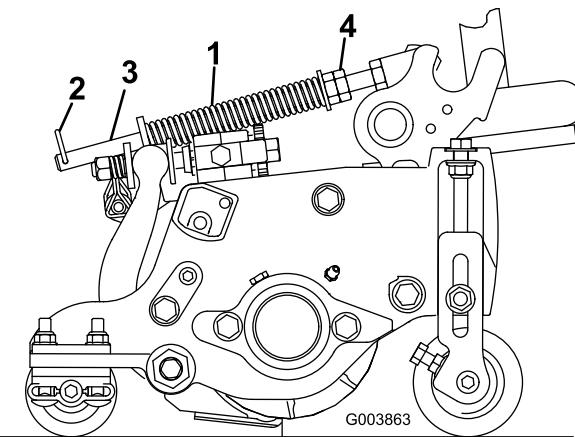

Figura 14
2. Aperte as porcas sextavadas na extremidade dianteira da haste da mola até que o comprimento da mola em compressão seja de 12,7 cm (Figura 14).
1. Certifique-se de que o contrapino do gancho está instalado no orifício traseiro na haste da mola (Figura 14).